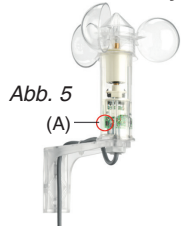

Abb. 5
- Der Motor benötigt folgende komplette Fahrt (Bild 5) zum finalen Abspeichern der Endpositionen. (Taste ▼ kurz drücken um den Motor in die gewünschte Richtung zu fahren). Der Motor gibt ein kurzes Feedback (kurze AUF-/AB-Drehung) wenn der Einstellprozess beendet ist und die Endpositionen gespeichert sind.
- Halten Sie den Magneten nahe an den PROG POINT des Sensors, bis die gelbe LED aufleuchtet, siehe Abb. 5 wie in (A) beschrieben.